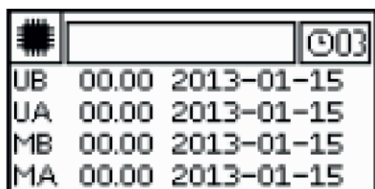

Rys.1 Widok panelu operatorskiego
Z chwilą włączenia zasilania kotła uruchamia się panel operatorski w którym znajdują się elementy kontrolujące pracę regulatora (Rys.1). Stan urządzenia prezentowany jest na wyświetlaczu graficznym (1). Wyświetlane ekrany informują o pracy urządzeń, temperaturze czujników, umożliwiają zmianę parametrów itp.